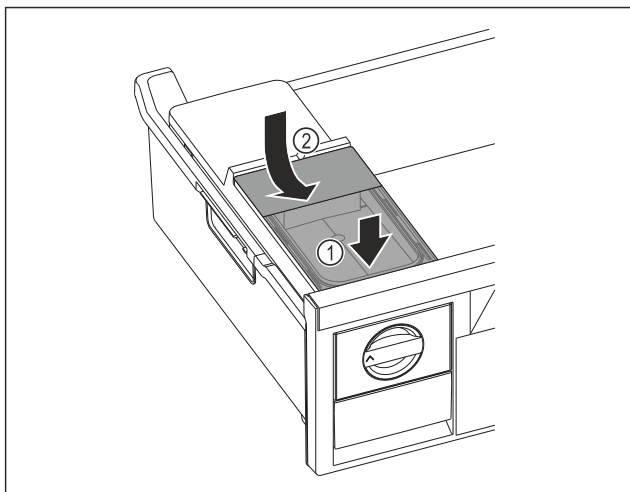

Fig. 157
- ▶ Sæt vandtanken i forfra. Fig. 157 (1)
- ▶ Sænk vandtank ned bagest. Fig. 157 (2)